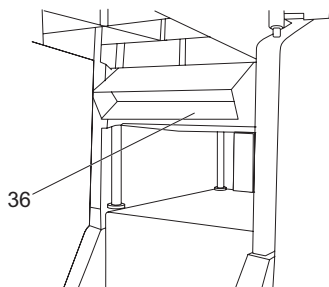

Fig. 15
- > Una vez colocado correctamente, el puerto de extracción debería ser como se muestra en la Fig. 15.